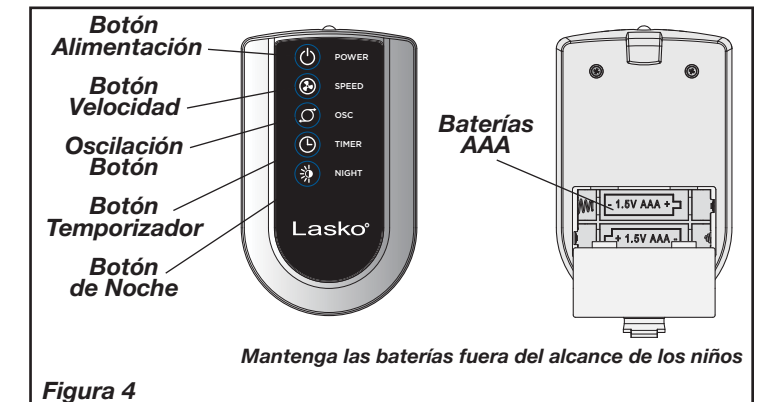

Figura 6
1. Instale las dos baterías "AAA" (no incluidas), como se muestra en la Figura 6.